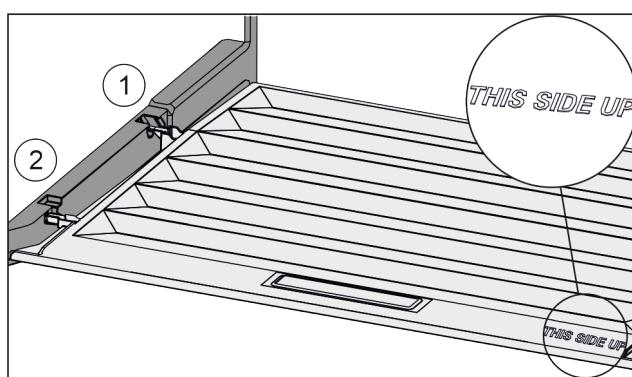

Fig. 37
- ▶ Вставити поперечні ребра через отвір заднього тримача Fig. 37(1) і зафіксувати спереду у тримачі Fig. 37(2).